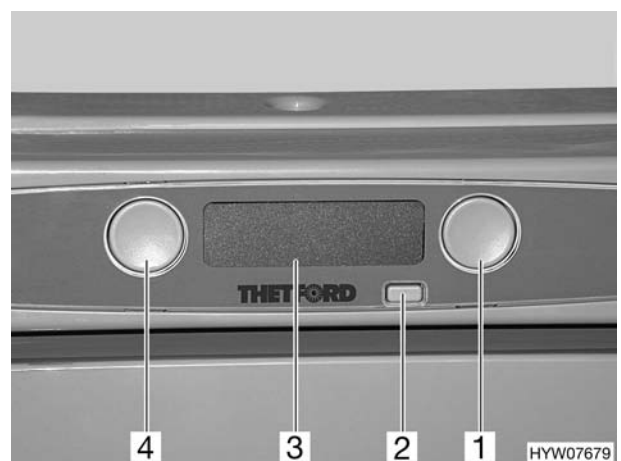

Bild 139 Bedienelemente für Kühlschrank
Die Betriebsart wird mit dem Taster (Bild 139,4) an der Kühlschrankblende eingestellt.
Nach dem Einschalten wählt der Kühlschrank automatisch die zuletzt gewählte Thermostateinstellung. Diese Einstellung kann manuell mit dem Taster (Bild 139,1) nachgeregelt werden. Die Balken im Display (Bild 139,3) zeigen die gewählte Thermostateinstellung an. Mit dem Taster wird die Kühltemperatur für alle drei Energiearten eingestellt. Es dauert einige Stunden, bis der Kühlschrank die normale Betriebstemperatur erreicht hat. Beim Umschalten der Betriebsart wird die Thermostateinstellung beibehalten. Die Kühltemperatur wird unabhängig von der Energieart beibehalten.
- Den Taster (Bild 139,2) drücken. Das Display (Bild 139,3) leuchtet blau auf und die aktuellen Einstellungen werden angezeigt.
- Den Taster (Bild 139,4) drücken. Die aktuelle Einstellung der Betriebsart wird im Display angezeigt. Zum Ändern der Einstellung den Taster so oft drücken, bis im Display die Betriebsart Gas "  " angezeigt wird
- Den Taster (Bild 139,1) drücken. Die aktuelle Thermostateinstellung wird im Display angezeigt. Zum Ändern der Einstellung den Taster so oft drücken, bis im Display die gewünschte Einstellung angezeigt wird.
- Den Taster (Bild 139,2) drücken. Das Display (Bild 139,3) leuchtet nicht mehr. Das Gerät ist abgeschaltet.
- Den Taster (Bild 139,2) drücken.
- Den Taster (Bild 139,4) so oft drücken, bis im Display die Betriebsart 230-V-Betrieb " angezeigt wird.
- Den Taster (Bild 139,1) so oft drücken, bis im Display die gewünschte Thermostateinstellung angezeigt wird.
Zum Ausschalten den Taster (Bild 139,2) drücken. Das Display leuchtet nicht mehr. Das Gerät ist ausgeschaltet.
- Den Taster (Bild 139,4) so oft drücken, bis im Display die Betriebsart 12-V-Betrieb " angezeigt wird.